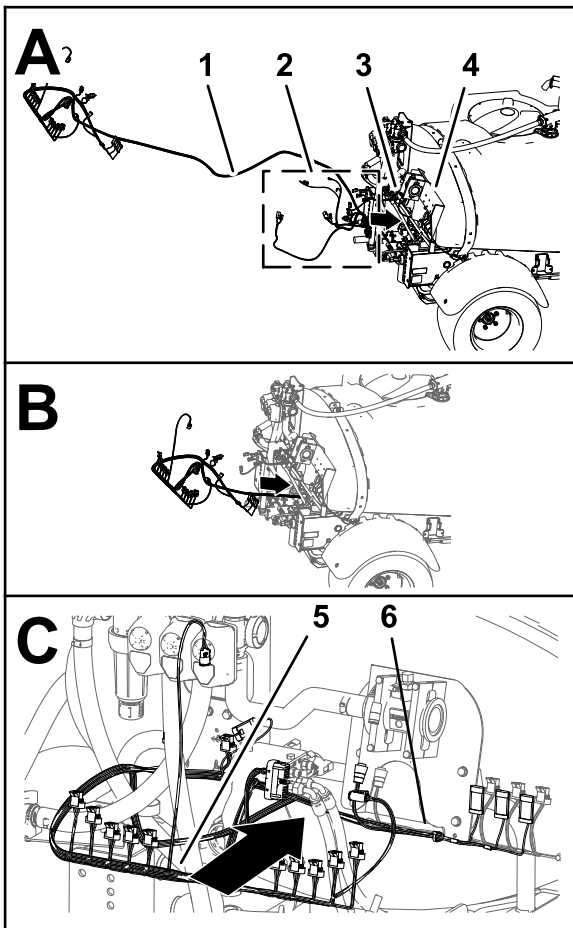
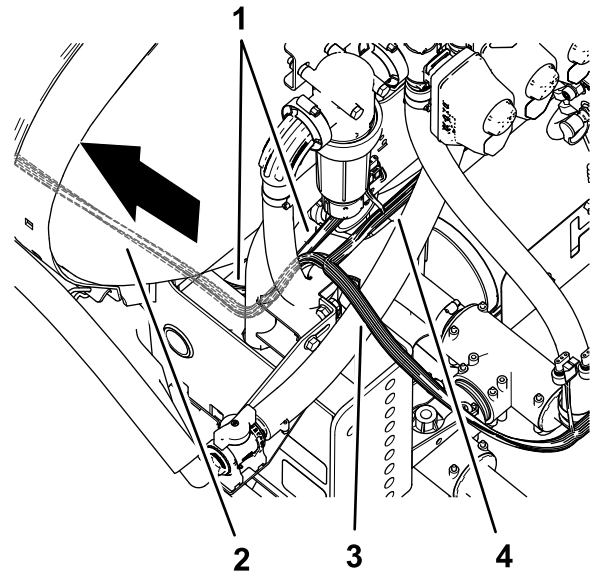

Bild 76
Bild 77
2. Verlegen Sie den Kabelbaumzweig (84 cm), Kabelbaumzweig (60 cm) und Kabelbaumzweig (66 cm) des Kitkabelbaums entlang des Maschinenkabelbaums zur linken Seite der Maschine (Bild 76 und Bild 77).